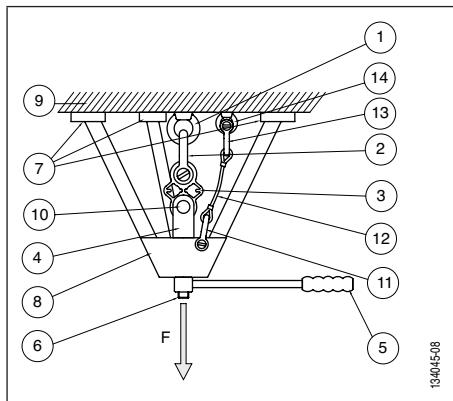
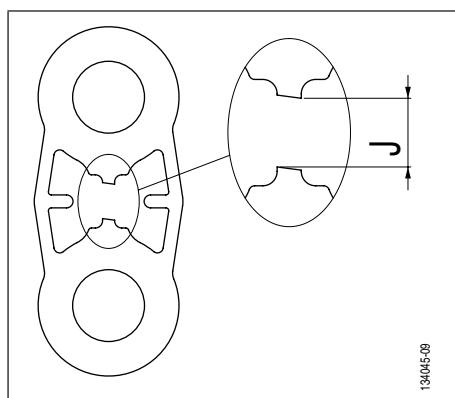

Abb. 6
Abb. 7
- 1 manuell betätigtes Belastungsgerät vom Typ Dreibaum (siehe Abb. 6, Seite 19, Kapitel 4.2. Schema),
- 1 Sicherheitsvorrichtung für das Halten der Belastungsvorrichtung bei einem Bruch des zu testenden Anschlagpunkts mit folgenden Bestandteilen (siehe Abb. 6, Seite 19):
- 1 Sicherheitsstropp geeigneter Länge (siehe Abb. 6, Seite 19, Kapitel 4.2. Schema und 4.3. Prüfungen vor der Installation),
! GEFAHR: Um einen Anschlagpunkt mit einer Testplatte TA zu testen muss der Bediener unbedingt eine manuell betätigtes Belastungsvorrichtung vom Typ Dreibaum benutzen, die speziell konzipiert und ausgelegt wurde, um für die risikofreie Zugbelastung des zu testenden Anschlagpunkts (Abb. 6, Seite 19) verwendet werden zu können, oder eine andere Vorrichtung für die Zugbelastung der Testplatte TA, die speziell konzipiert und ausgelegt wurde, um in aller Sicherheit eingesetzt werden zu können.
Alle unten beschriebenen Prüfungen vor der Installation beziehen sich auf Abb. 6.
Das gesamte unten beschriebene Verfahren bezieht sich auf Abb. 6.
! GEFAHR: Das maximale Spiel 'J' (Abb. 7, Spiel J) darf 15 mm nicht überschreiten.
1. Die Last allmählich erhöhen, indem die Belastungsvorrichtung (Abb. 6, Seite 19, Position 8) betätigt wird. Der Bediener muss die Platte unbedingt ständig beobachten, um die Belastung unmittelbar nach dem Bruch der Sollbruchstelle 'S' der Platte (Abb. 7) stoppen zu können.
2. Beim Bruch der Sollbruchstelle 'S' der Testplatte TA (Abb. 7) muss der Bediener sofort die Betätigung der Belastungsvorrichtung stoppen, da sonst die Gefahr besteht, dass die Platte vollständig bricht.
Das gesamte unten beschriebene Verfahren bezieht sich auf Abb. 6, Seite 19.
8. Fortsetzen der Zugbelastung der Testplatte TA nach dem Bruch der Sollbruchstelle 'S' (siehe Kapitel 5.2. Zugtest-Durchführungsverfahren, Abb. 7, Seite 20).